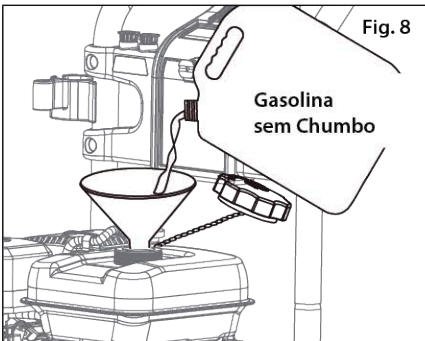

Fig. 8
**Fig. 8** - Coloque a lavadora numa superfície plana, estável e bem ventilada. De seguida retire a tampa de combustível, insira um funil no tanque de combustível e despeje cuidadosamente a gasolina no tanque até que o nível de combustível atinja 1 1/2 polegadas abaixo da parte superior do depósito.